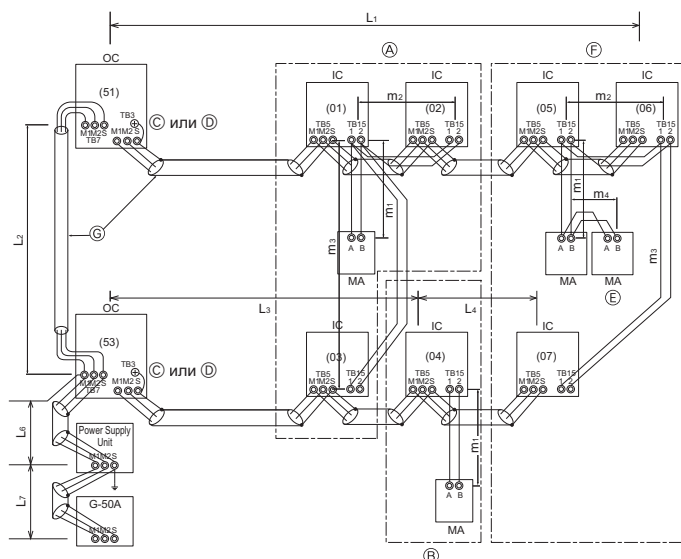

Fig. 6-3
■ Контроллер ДУ "MA" (Fig. 6-3)